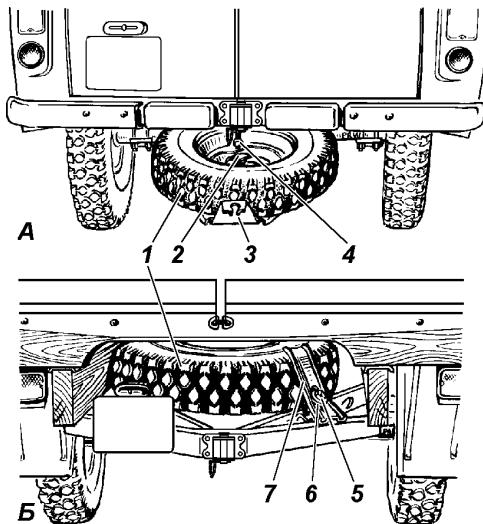

Рис. 9.24. Крепление запасного колеса:
**Крепление запасного колеса** показано на рис. 9.24. Колесо должно быть надежно закреплено на держателе сектором 2 (рис. 9.24, А) или кронштейном 7 (рис. 9.24, Б).